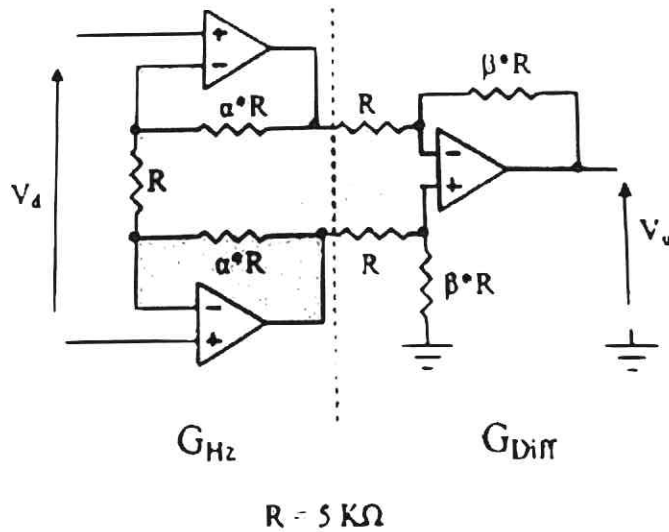

Fig. 1
2. Calcolare il minimo CMRR dell'amplificatore per strumentazione (Fig. 1) al fine di avere, in uscita, un rapporto segnale disturbo pari a 100;
5. Con riferimento alla Fig. 1 trovare il valore di α e β al fine di avere il guadagno differenziale precedentemente calcolato (punto 3). Imporre un guadagno nello stadio ad alta impedenza (GHz) uguale al 40% di quello dello stadio differenziale (G_{diff}).